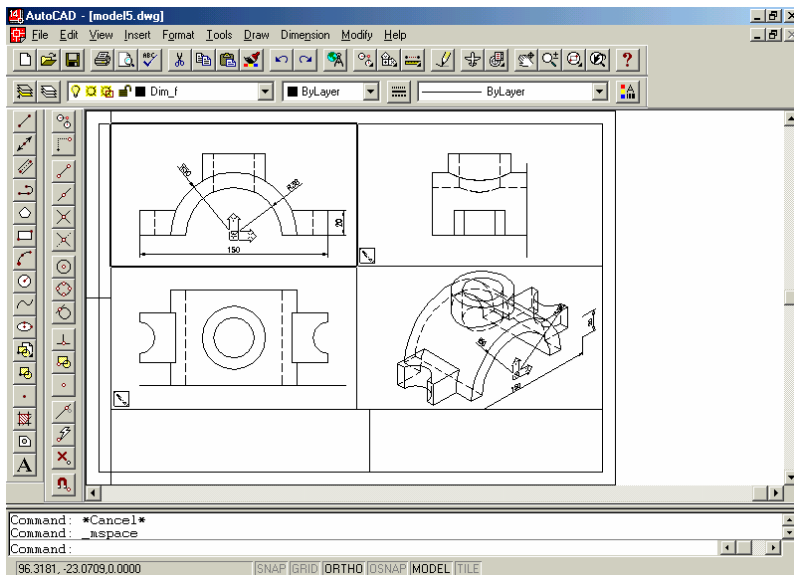

Fig. 12.27 Înscrierea cotelor pe proiecția principală (layer-ul *Dim_f*)
11. Înscrierea cotelor corespunzătoare fiecărei proiecții, avînd grijă ca în fereastra respectivă să fie curent layer-ul corespunzător acestei operații (de ex. Dim_f, pentru cotarea vederii principale). De asemenea, planul XOY să fie afișat pe fiecare fereastră ce se cotează (fig. 12.27);